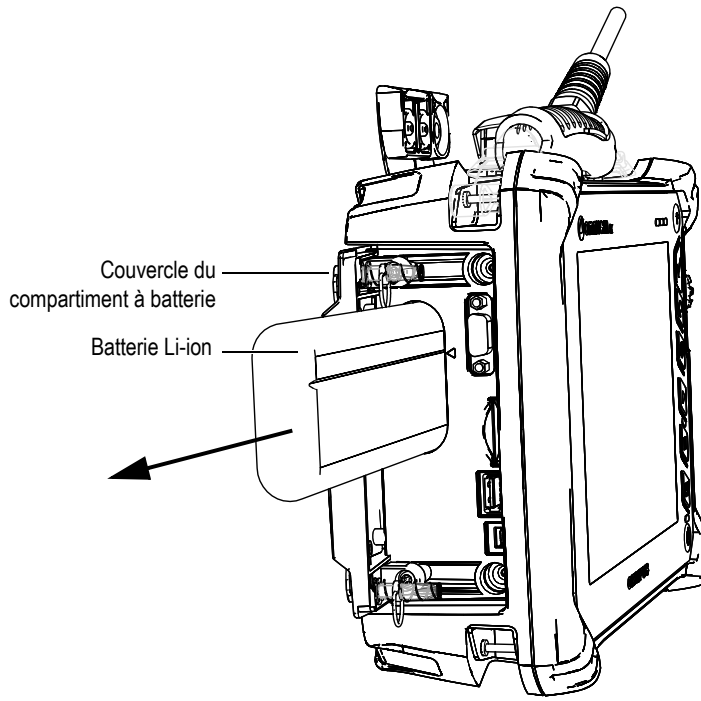

Figure 3-6 Retrait de la batterie Li-ion
2. Tirez sur la sangle pour retirer la batterie (voir la Figure 3-6 à la page 48).